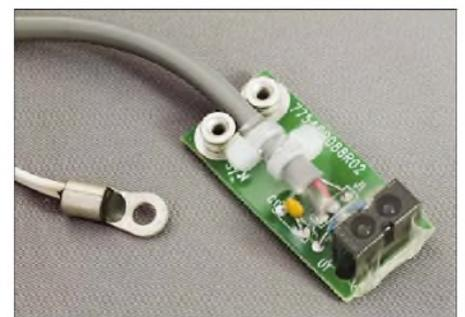

Bild 3: Temperatursensoren (links) und Drehzahlsensor (rechts)
Diese Dynamik konnten weder Schallplatte noch Hörfunk und auch keine Magnetbandaufzeichnung verarbeiten. Musste früher folglich immer die Dynamik eingeschränkt werden, erlaubte erstmals die Compact Disc (CD) die Speicherung der vollen Dynamik. Bild 3 zeigt die Selektivität gesunder, junger Ohren bei unterschiedlichen Lautstärken.
Bild 3: Das Gehör erreicht einen erheblichen Dynamikumfang. Der Schalldruck zwischen Reiz- und Schmerzschwelle umfasst mehrere Größenordnungen und ist zudem noch frequenzabhängig.